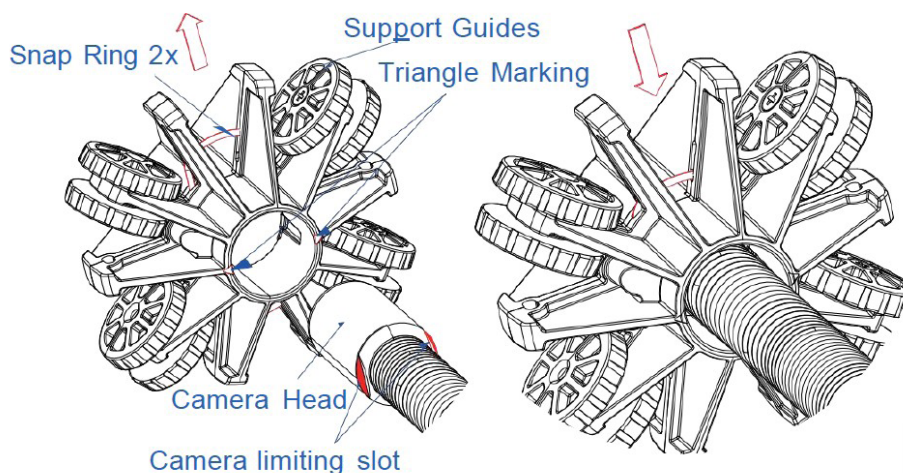

Figura 13. Installazione delle guide di supporto da 100 mm
5.1.d Installare le guide di supporto da 100 mm (Figura 13)